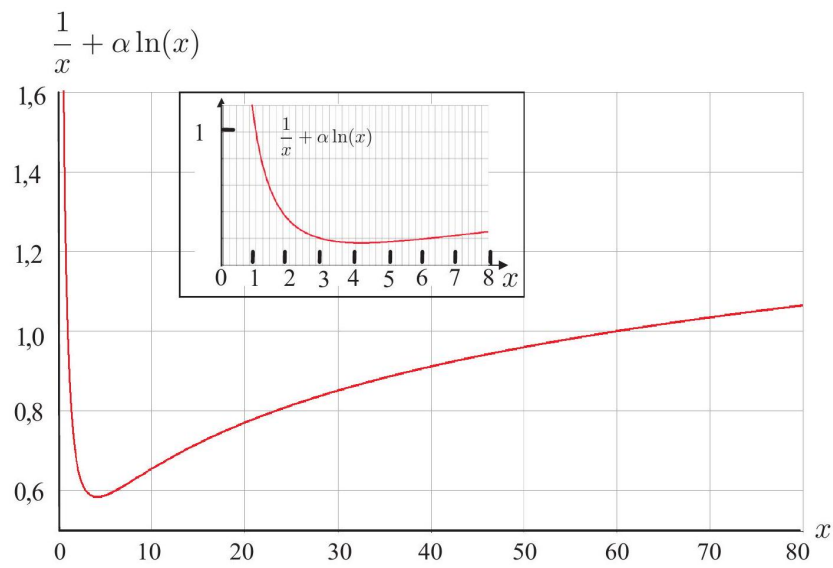

FIGURE 5 – Graphe de la fonction $\frac{1}{x} + \alpha \ln(x)$ fonction de x pour la valeur de α du plâtre.
- Solution d'isolation n°2 : l'isolant est du plâtre, de conductivité thermique λ_2 . Le graphe de $x \mapsto \frac{1}{x} + \alpha \ln(x)$ en fonction de x est représenté sur la figure 5 pour la valeur de α correspondante. L'encart représente un agrandissement pour $0 \leq x \leq 8$.